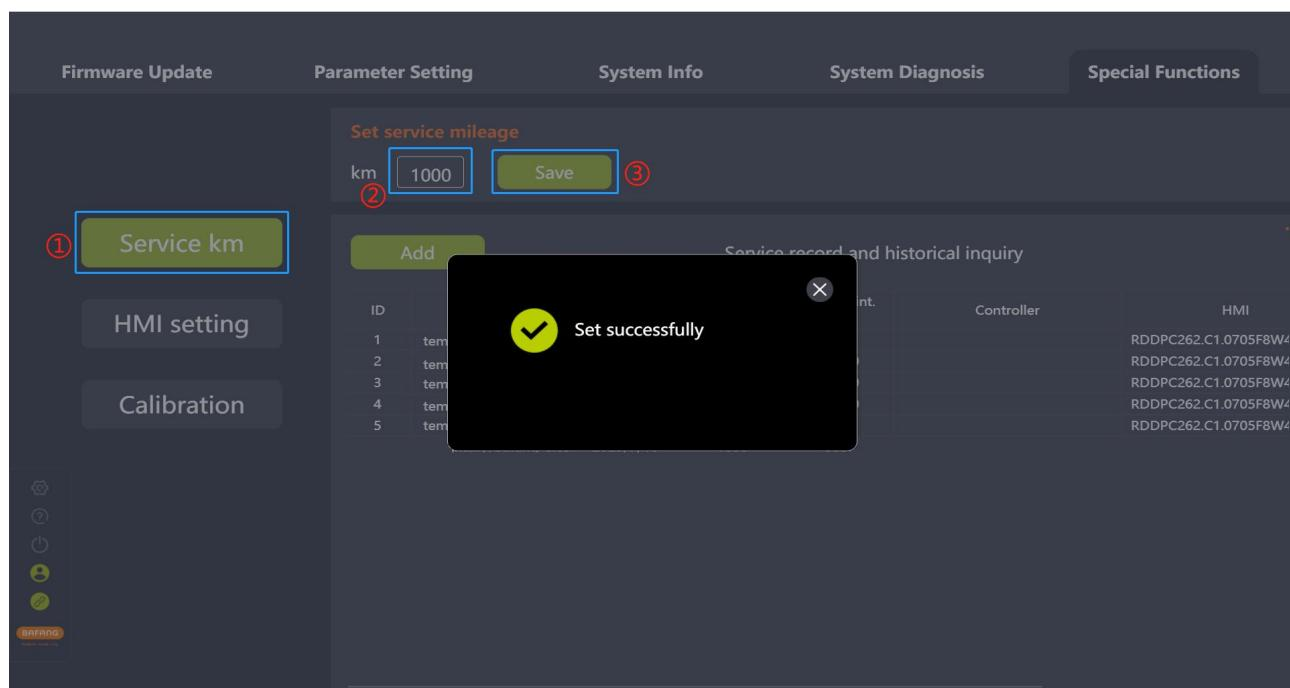

图 8-1 设置保养里程
- (1) 将 BESST 工具盒连接仪表，选中“保养设置”；
- (2) 确认仪表是否支持此功能，如果支持，在输入框中输入要设置的服务里程；
- (3) 点击“保存”按钮（如图 8-1）；